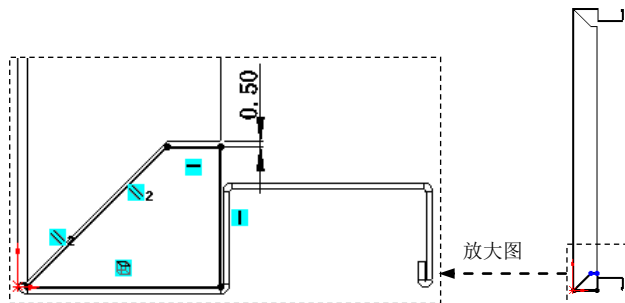

图 17.6.20 横断面草图
- (5) 编辑边线—法兰 10 的草图。在设计树中的 **边线—法兰 10** 上右击, 在系统弹出的快捷菜单中单击 命令, 系统进入草图环境, 绘制图 17.6.20 所示的草图。退出草图环境, 此时系统完成边线—法兰 10 的创建。